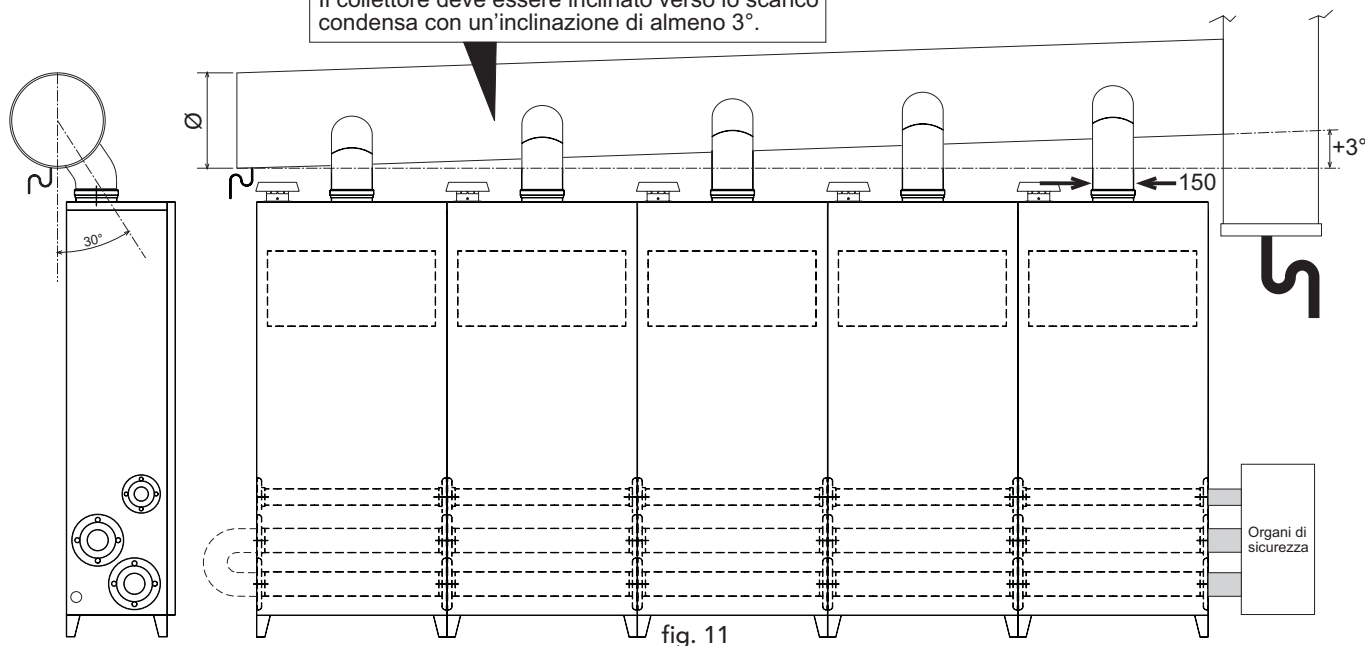

fig. 11
- Per il collegamento di più moduli in cascata è possibile anche utilizzare un collettore con collegamento ad unica canna fumaria. In tal caso collegare le uscite fumi (\varnothing 150) dei singoli moduli come riportato in figura, avendo cura di rispettare i diametri di collettore e camino riportati in tabella a lato. L'innesto dei singoli camini sul collettore deve avvenire con inclinazione di circa 30° rispetto la verticale (fig. 11).